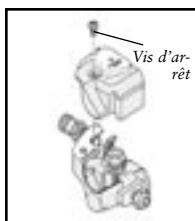

Figure 3.32 - Couvercle de renvoi et vis d'arrêt
1. Retirez la vis d'arrêt du couvercle de renvoi (figure 3.32).